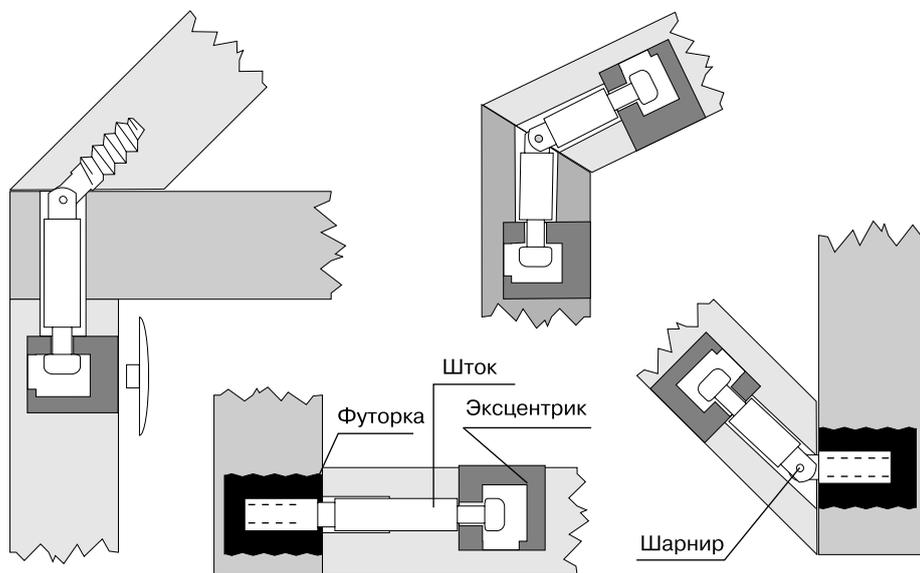

Рис. 2.7
- ❖ **Эксцентриковая стяжка** — состоит из литого металлического эксцентрика, футорки и штока (рис. 2.7). В пластмассовую присоединяемую деталь заподлицо с ней вворачивается или впрессовывается металлическая или пластмассовая футорка, в которую вворачивается шток стяжки с Т-образной головкой. Существуют конструкции стяжек, у которых шток заворачивается непосредственно в материал присоединяемой детали без использования футорки.